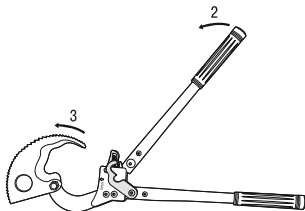

Рисунок 15
- отведите подвижную рукоятку ножниц до упора (рисунок 15, позиция 2) и удерживайте её в таком положении;
- выведите подвижное лезвие из зацепления с храповым механизмом (рисунок 15, позиция 3) и отпустите подвижную рукоятку;